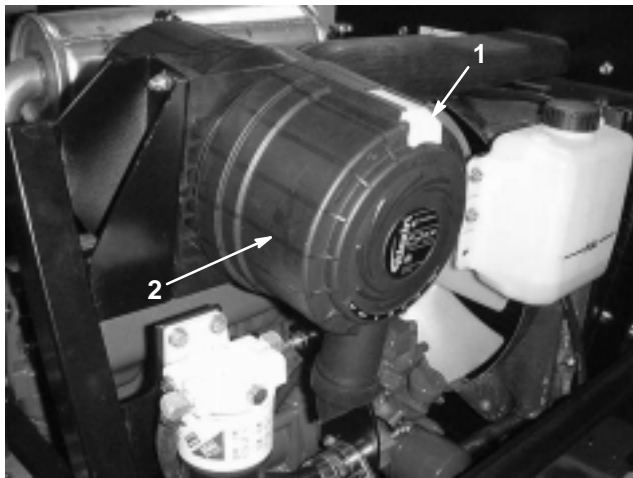

Bild 28
Warten Sie die Luftfilter, wenn die Luftfilteranzeige (Bild 28) Rot anzeigt oder alle 400 Stunden (bei einer sehr staubigen oder schmutzigen Umgebung häufiger). Warten Sie die Luftfilter nicht zu häufig.
1. Ziehen Sie den Verschluss nach außen und drehen die Luftfilterabdeckung entgegen dem Uhrzeigersinn. Entfernen Sie die Abdeckung vom Gehäuse (Bild 28). Reinigen Sie die Innenseite der Luftfilterabdeckung.
8. Stellen Sie die Anzeige (Bild 28) zurück, wenn sie auf Rot steht.